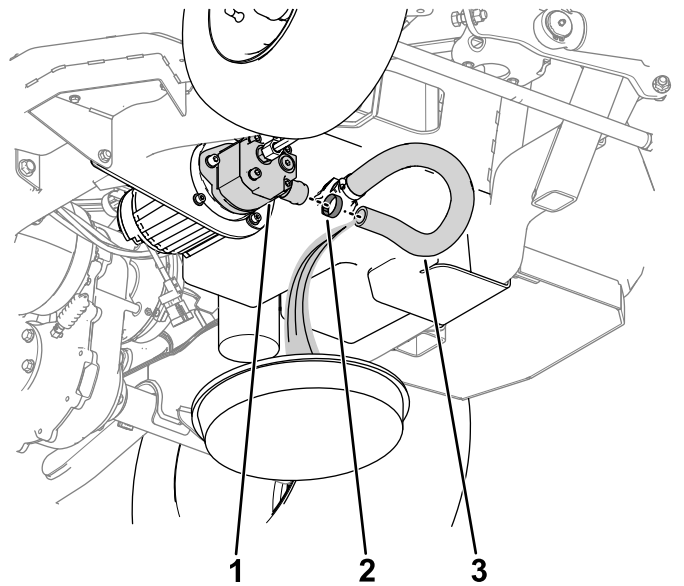

図 56
- B. 作動油がホースからドレンパン (図 56) に排出されるようにする。
- A. ポンプからホースとホースクランプを取り外す (図 56)。